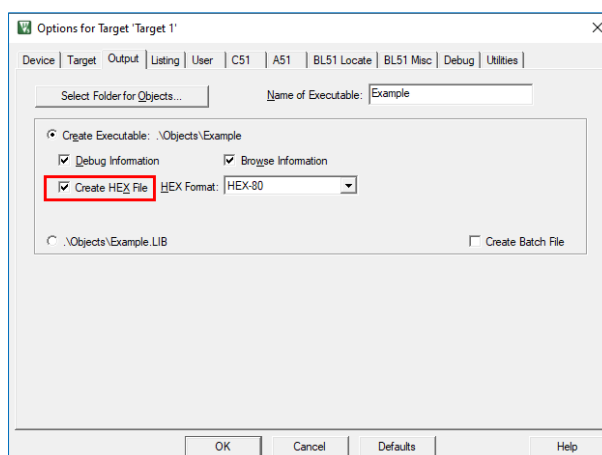

Рисунок 10. Настройка проекта для создания файла с расширением hex
4. В настройках проекта во вкладке «Output» установить галочку «Create HEX File» для создания файла с расширением hex. Нажать «OK» (Рисунок 10).